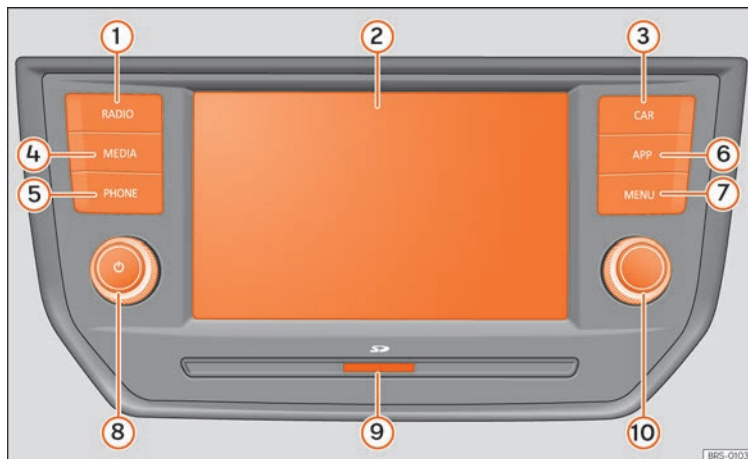
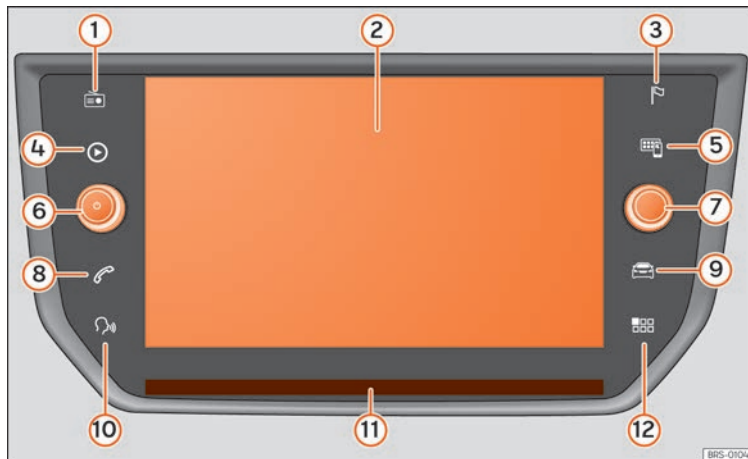

**Fig. 172** Vista d'insieme dei comandi (questa configurazione dipende dalla versione).
**Fig. 173** Vista d'insieme dei comandi (questa configurazione dipende dalla versione).
Premere il tasto del sistema infotainment **MENU** » **fig. 172 (7)**, oppure il tasto **☰** » **fig. 173 (12)** per aprire la panoramica dei menu.
Per accendere o spegnere manualmente il sistema infotainment, premere brevemente la manopola **⬅** » **fig. 172 (8)**, » **fig. 173 (6)**.
» fig. 172 ⑩, » fig. 173 ⑦.